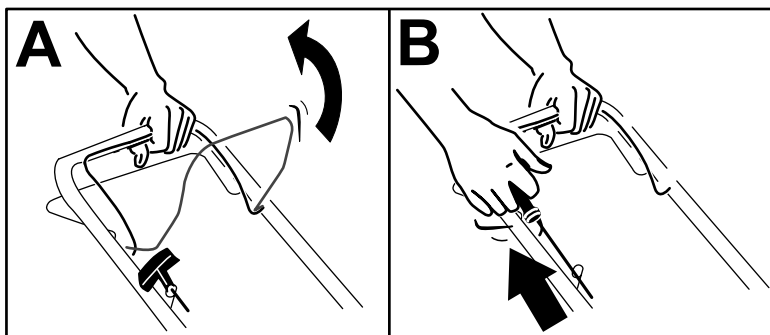

Figure 11
1. Maintenez la barre de commande de la lame contre le guidon (A de Figure 11).
2. Tirez la poignée du lanceur (B de Figure 11).